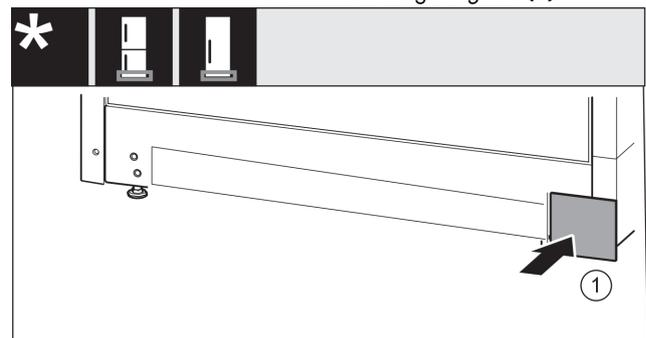

Fig. 21
- ▶ Abdeckung auf der anderen Seite wieder aufsetzen. Fig. 21 (1)